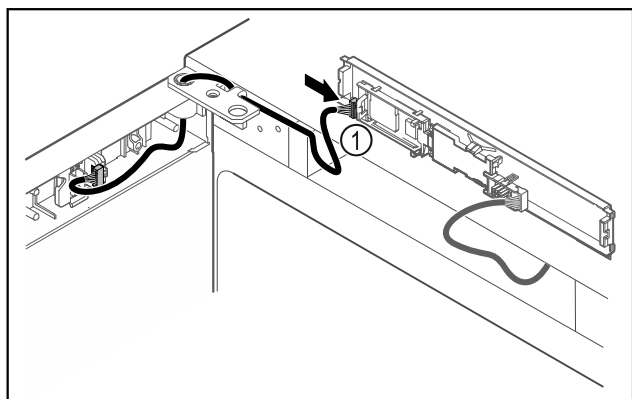

Fig. 41
- ▶ Collegare il connettore Fig. 41 (1) sulla scheda.